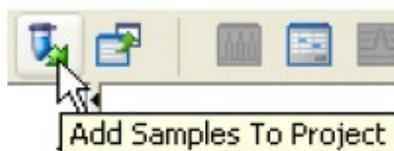

Figura 42. Icono de ingreso de muestras.
7.17.5 Coloque el puntero en el ícono de la figura 42 para añadir las muestras al nuevo proyecto. Alternativamente, puede seleccionar la opción Edit y luego **"Add Samples to Project"**.